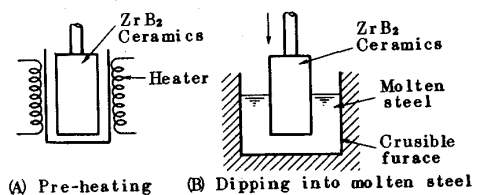

Fig.1. Estimation of thermal shock resistance
3.1. 予熱温度 Fig.1 に示すように、種々の予熱温度に保持した ZrB_2 試験片を溶鋼中に浸漬する方法により耐熱衝撃性を評価した結果、溶鋼温度 $1550^{\circ}C$ の場合、予熱温度は $900^{\circ}C$ 以上で使用可能との結論を得た。